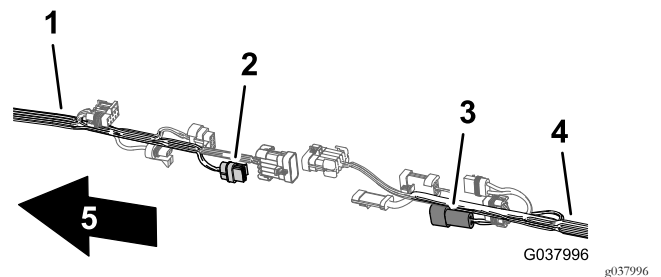

Рисунок 109
5. Вставьте 2-штыревой соединитель переднего жгута проводов, предназначенного для промывочного насоса, в 2-гнездовой соединитель заднего жгута проводов, предназначенного для промывочного насоса (Рисунок 109).